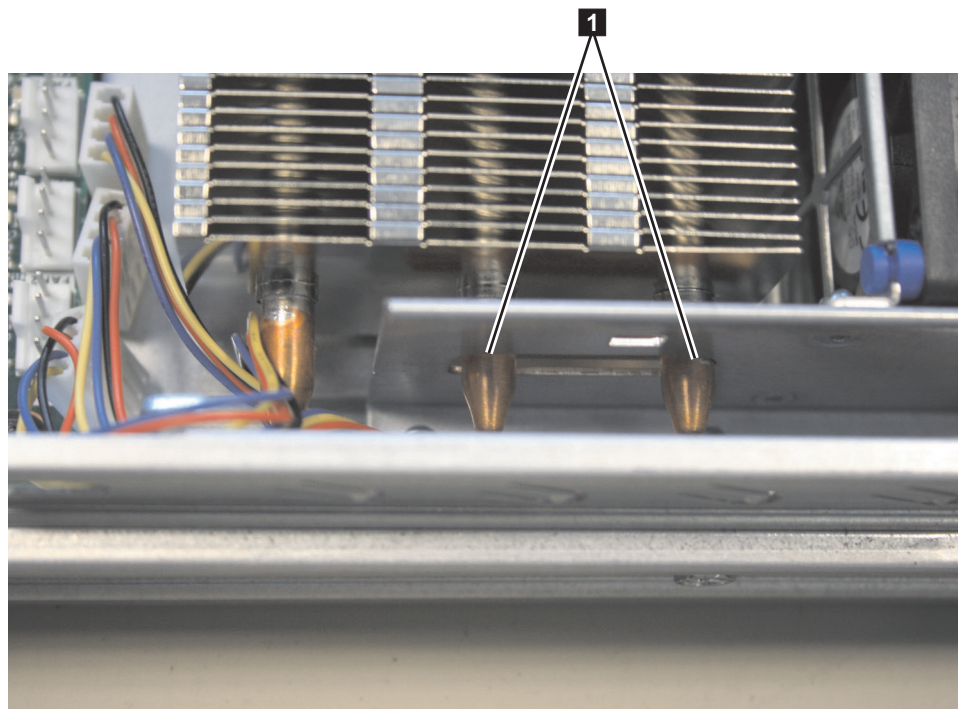

図 258. SAN ボリューム・コントローラー 2145-8A4 熱交換器アセンブリへのピンの位置合わせ
5. 熱交換器アセンブリが図示したような角度になるようにして、熱交換器アセンブリと、システム・ボード上のマイクロプロセッサおよび熱交換器の保持モジュール (ソケット) を注意深く位置合わせします。 313 ページの図 258 に示すように、位置合わせピン **1** が、位置合わせ穴 (熱交換器ブラケットの側面の開口部) から突き出ていること、およびヒートシンクのフランジが熱交換器ソケットのへりの下にあることを確認します。